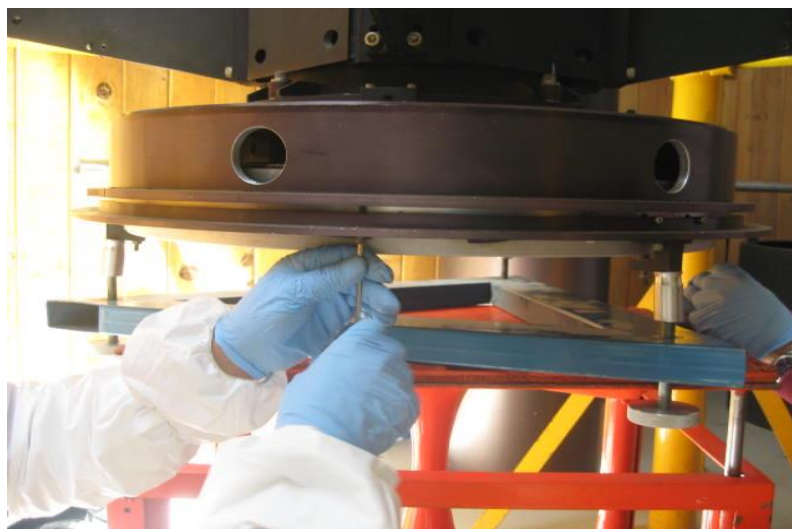

Figura 8: Removiendo el resto de los tornillos del anillo de soporte del espejo.
- 3.8. Una vez que se sueltan las varillas, se procede a quitar los cuatro tornillos restantes del anillo (ver *Figura 8*).